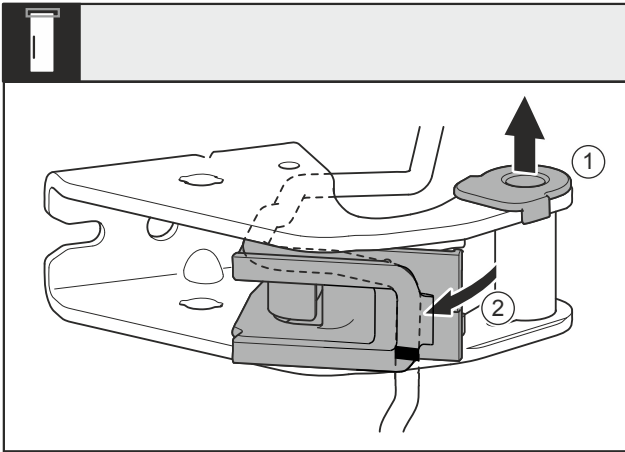

Fig. 26
- ▶ Выведите опорную втулку Fig. 26 (1) из направляющей.
- ▶ Отведите в сторону держатель кабеля Fig. 26 (2).